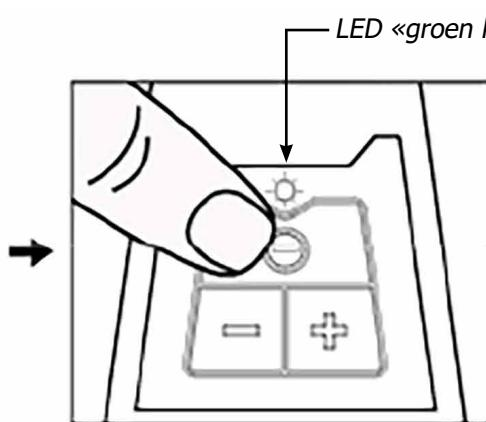

Fig. 2
- Druk op de aan/uit knop «Θ» om de schuurmachine aan te zetten. Na het inschakelen van de schuurmachine toont het LED lampje de kleur «knipperend groen», (Fig. 2).